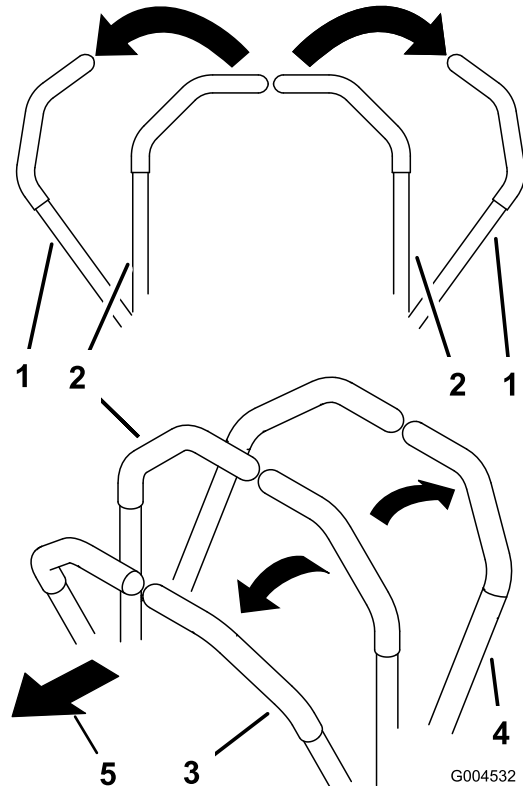

Figura 17
- Para ir hacia adelante, empuje lentamente las palancas de control de movimiento hacia adelante (Figura 17).
Para ir recto, aplique la misma presión a ambas palancas de control de movimiento (Figura 17).
Para girar, mueva la palanca de control de movimiento hacia punto muerto en el sentido en el que desea girar (Figura 17).
Para ir hacia atrás, tire lentamente de las palancas de control de movimiento hacia atrás (Figura 17).
Para girar, deje de empujar la palanca de control de movimiento del lado al que desea girar (Figura 17).